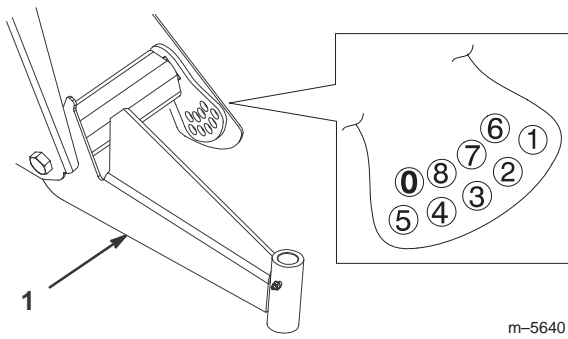

**Bild 34**
2. Entfernen Sie die Anschlagschraube (Bild 34).
3. Lockern Sie die Zentrierschrauben im vorderen A-Arm (Bild 34).
4. Entfernen Sie die Fahrhöhe-Einstellschraube (Bild 34).
5. Drehen Sie den vorderen A-Arm in die gewünschte Stellung (siehe die nachstehenden Hinweise) und schrauben die Fahrhöhe-Einstellschraube wieder ein (Bild 34).
7. Setzen Sie die Anschlagsschraube (Bild 34) wieder ein.